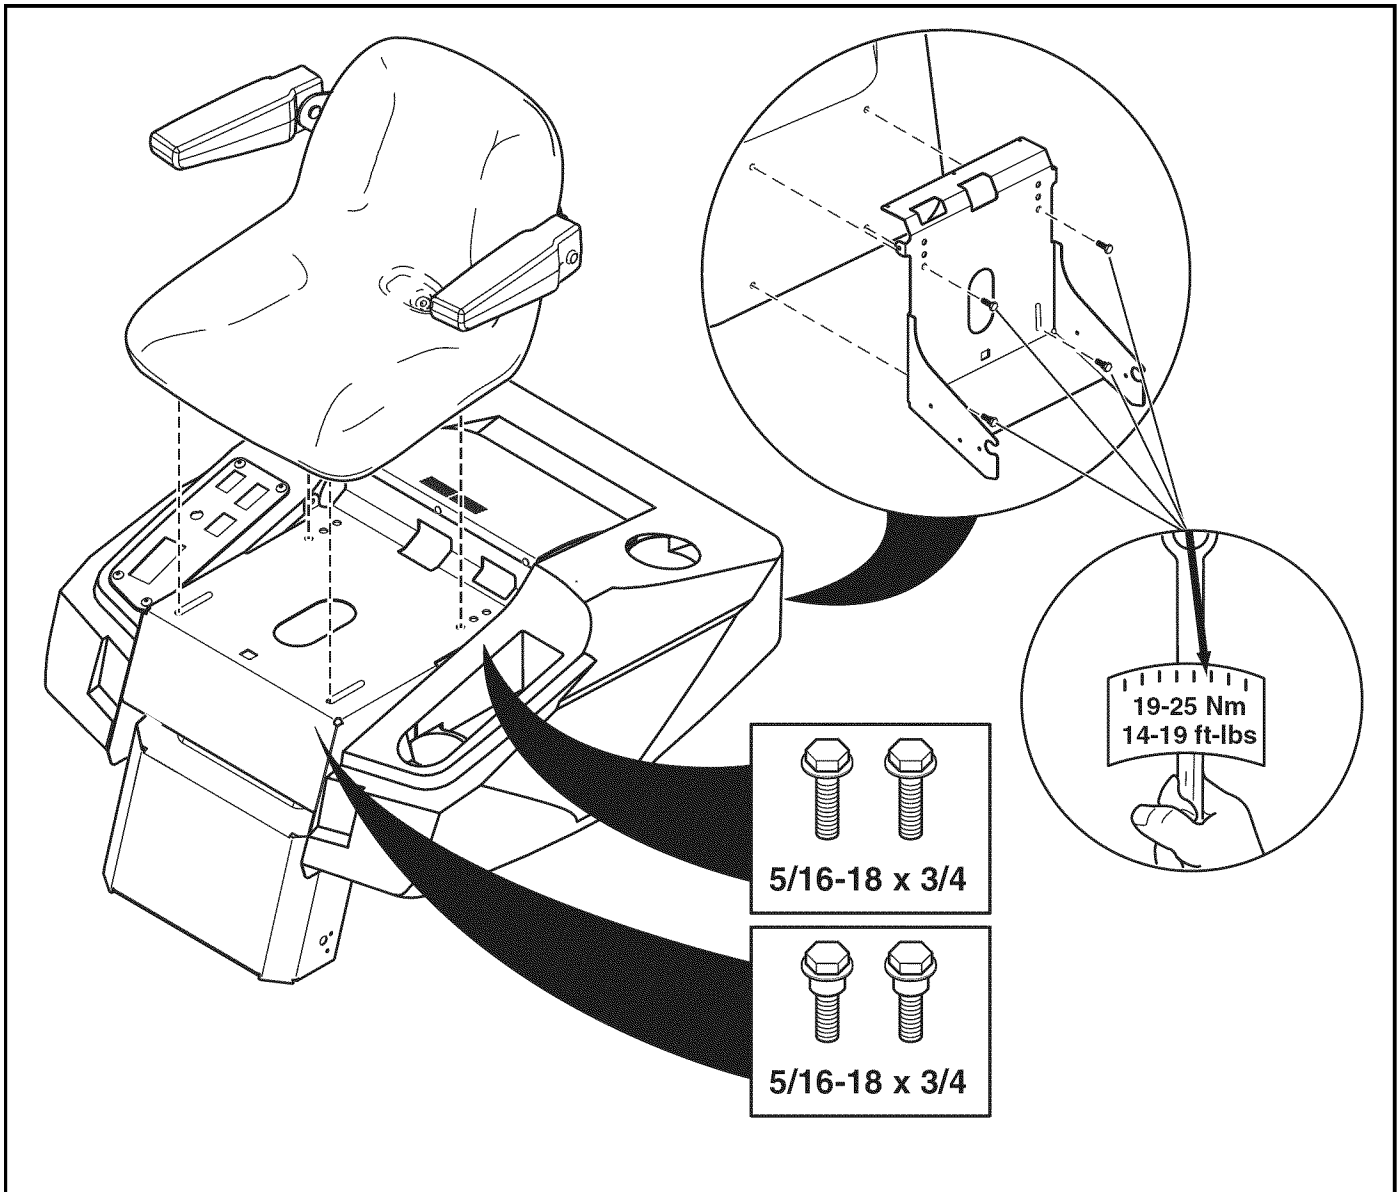

Figura 1. Instalación del asiento
1. Levante la base del asiento (vea la Figura 1).